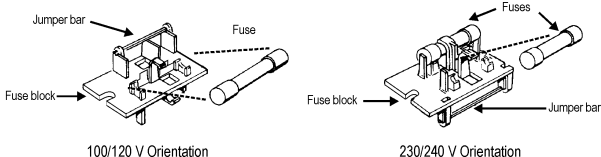

Figure 6. Orientation du bloc de fusibles pour le fonctionnement à 100/120 V c.a. et à 230/240 V c.a.
Le module d'entrée d'alimentation convient à deux arrangements de fusibles, comme illustré à la figure 6.
- Remplacez des fusibles ou ajoutez les bons fusibles, au besoin, en consultant la figure 6. Consultez l'étiquette située sur le panneau arrière de l'instrument pour connaître les tensions nominales de courant des fusibles.